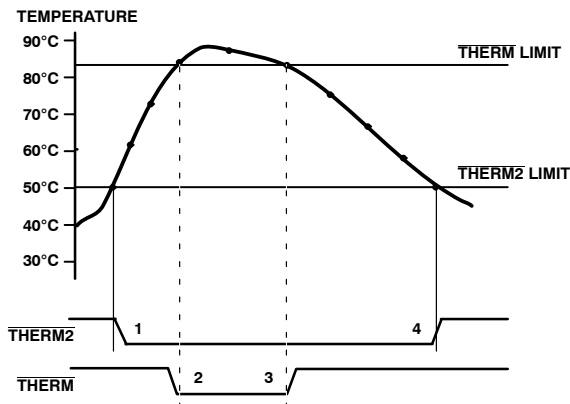

Figure 20. Operation of the  $\overline{\text{THERM}}$  and  $\overline{\text{THERM2}}$  Interrupts
Figure 20に、**THERM**と**THERM2**を連動させて実装する、2つのシステム冷却方法を示します。この例では、**THERM2**リミットは、**THERM**リミットよりも低く設定されます。**THERM2**出力はファンをオンにするのに使用します。温度が上昇し続けて**THERM**リミットを超えると、**THERM**出力がCPUの動作を抑制することによって冷却を追加します。
- $\overline{\text{THERM}}$ 出力は、温度が $\overline{\text{THERM}}$ リミットからヒステリシスを減算した値まで低下するとデアサート(“H”になる)されます。Figure 20には、ヒステリシス値は示してありません。